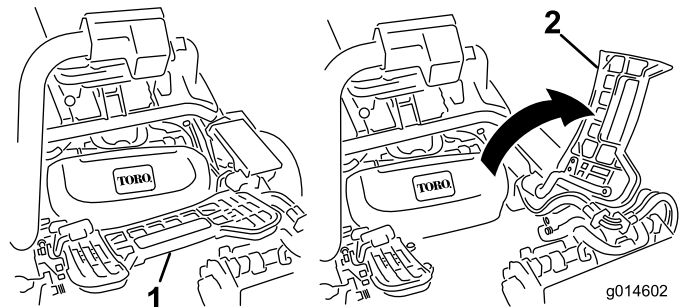

Figura 31
1. Levante el reposapiés y gírelo hacia arriba, para tener acceso a la posición de la unidad de corte central (Figura 31).